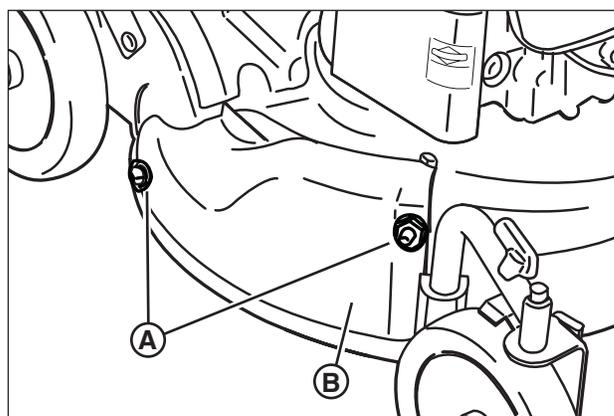

Figure 9: Dépose du couvercle de déchiquetage
1. Retirez les écrous (**A**, **Figure 9**) fixant le couvercle de déchiquetage (**B**) au plateau de coupe.